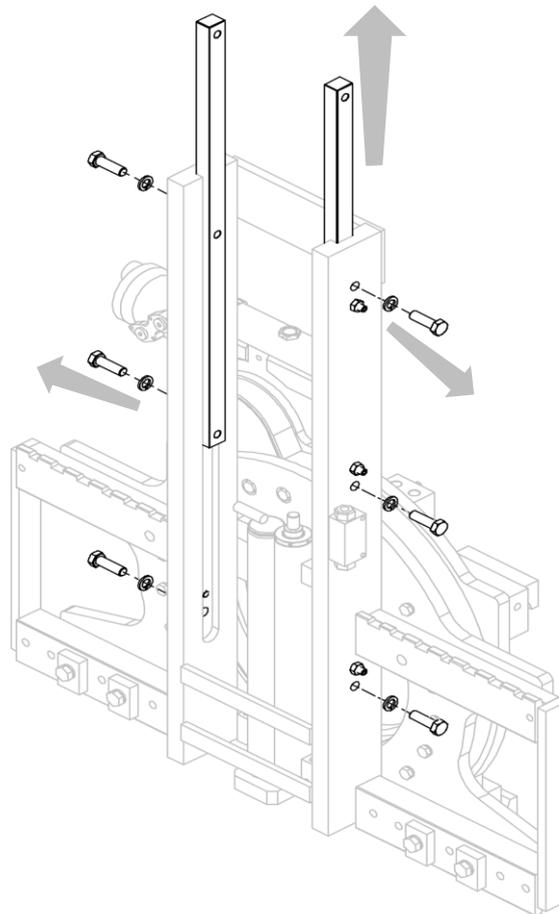

Abbildung 26
3. Lösen Sie die Madenschrauben, um die Gleitlagerbuchsen auszubauen (siehe *Abbildung 26*).